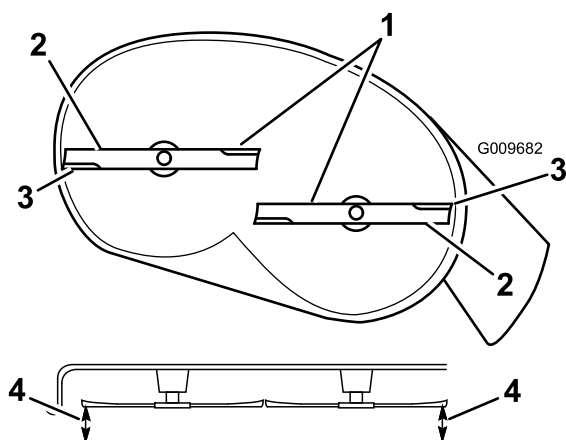

Figure 47
4. Faites pivoter les lames avec précaution pour qu'elles soient toutes parallèles (Figure 47).
5. Mesurez la distance entre les tranchants extérieurs et le sol plat (Figure 47). Si les deux mesures diffèrent de plus de 5 mm (3/16"), un réglage s'impose. Poursuivez la procédure.